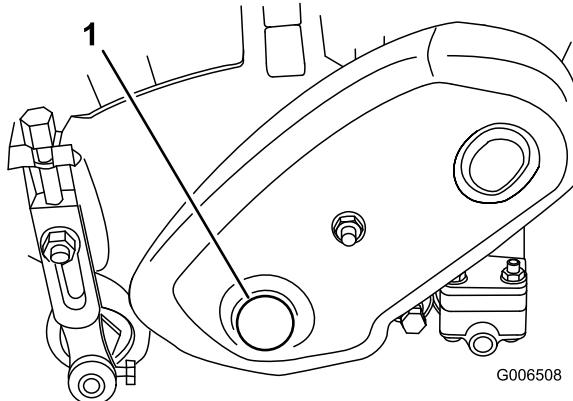

Figura 61
1. Retire el tapón de la cubierta de la transmisión al molinete, en el lado izquierdo del conjunto del molinete (Figura 61).